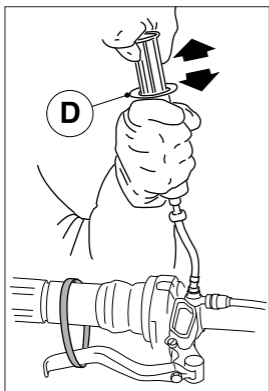

Fig. 11
- anhand eines Schraubenziehers, der in den entsprechenden Spalten positioniert wird, den Deckel E (Fig. 11) lösen.